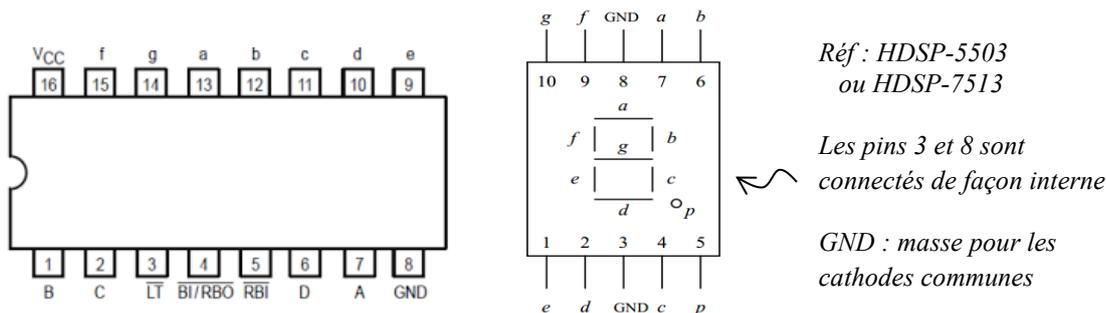

Figure 4.9 : Brochage du 7448 et de l'afficheur à cathode commune.
- 1) Câbler le décodeur et l'afficheur comme le montre la figure 4.9. On donne le brochage du 7448 et de l'afficheur à cathode commune.